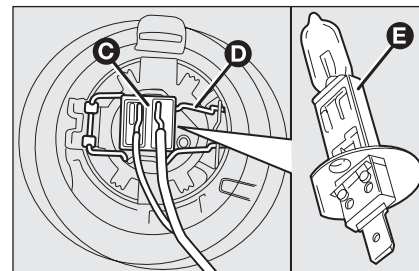

fig. 26
- scollegare il connettore elettrico **C**-fig. 26;